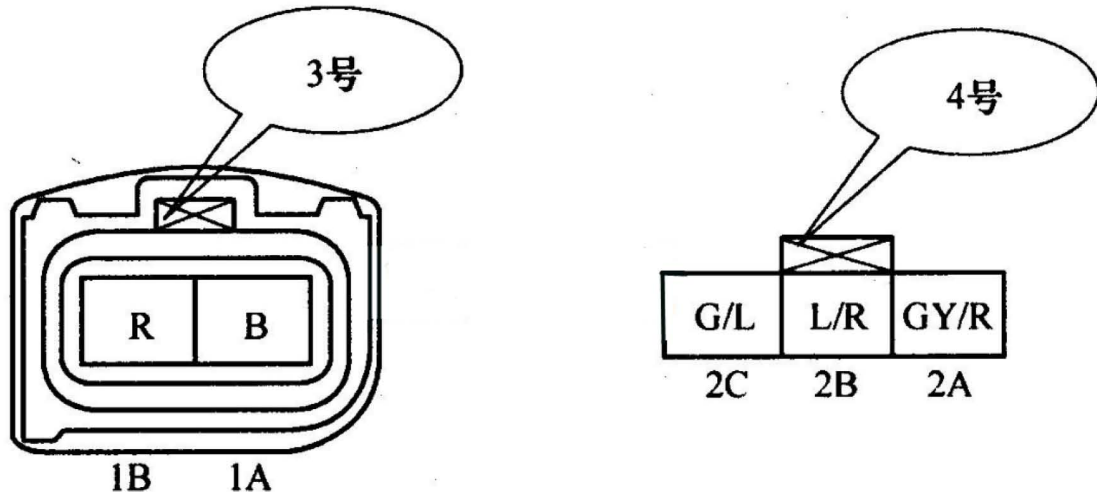
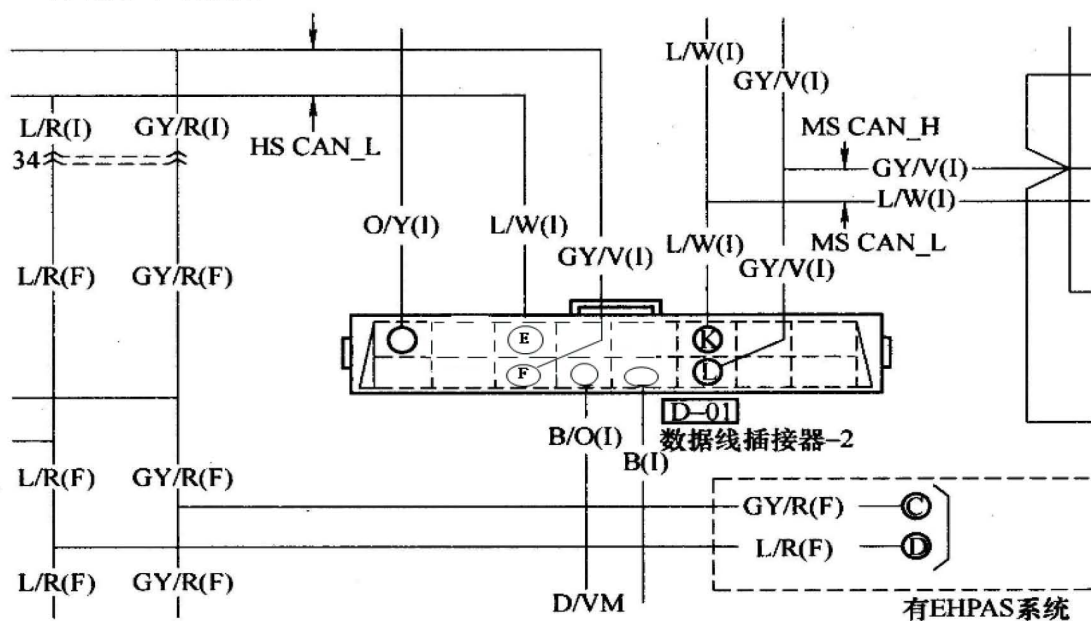

图 2
图 3
- D). 对照电路图分别测量图 2 中标注的 3 号插头的 1A 和 1B 端子的电压值, 1A 端子点火开关 ON 时为 0V, 点火开关 OFF 时为 0V; 1B 端子点火开关 ON 时为 11.9V, 点火开关 OFF 时为 11.9V; 测量 1A 端子与搭铁之间的阻值为 0.03Ω。以上数据都在标准范围内。
- E). 接下来, 再检测图 2 中 4 号插头的 2C 端子电压值, 点火开关 ON 时为 11.6V, 点火开关 OFF 时为 0V 电压也正常。
- 4). 以上所检查的数据都在规定值内, 只剩下 EPS 控制模块和 CAN 系统没有检查。接下来检查 CAN 系统的情况, 参照图 3 分别测量 OBD 诊断座和图 2 中的阻值: E-D 之间阻值为 0.02Ω; F-C 之间阻值为 0.02Ω。数据在标准值之内, 这说明线路导通正常。
- 5) .测 EPS 端 4 号插头（图 2）：C 脚（2A）电压为 2.20V ， D 脚（2B）电压为 2.25V。以上数据也在标准范围之内。
- 6) .总结以上测量数据，可以有效地说明供电方面、搭铁和数据传输线路都没问题。难道真的是 EPS 控制模块有问题？仔细检查 EPS 控制模块及油面情况，都很正常，无损伤和漏油情况。结合理论，联想到 CAN 信号是一个非常敏感的信号，会不会是插头接触不良导致的问题？又将图 2 中的 4 号插头 CAN 信号的 2A/2B 进行处理，装配，重新读取故障码。连接汽车故障诊断仪读取故障码，此时显示一切正常。然后读取数据信息，显示各方面正常。此时可以断定故障已排除。试车，系统已恢复正常，一个月后回访，车辆正常，至此，故障彻底排除。